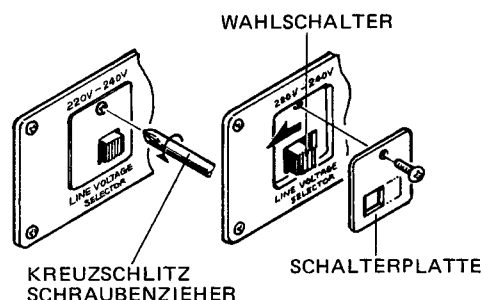

Abb. 4
- (1) Verwenden Sie einen Kreuzschlitz-Schraubenzieher, um die Schraube der Netzspannungswählerplatte zu lösen, und entfernen Sie die Platte.
- (2) Stellen Sie den Wahlschalter auf die Netzspannung Ihres Wohngebietes ein (Abb. 4).
- (3) Drehen Sie die Schalterplatte um und befestigen Sie diese mit Schraube über dem Wahlschalter.